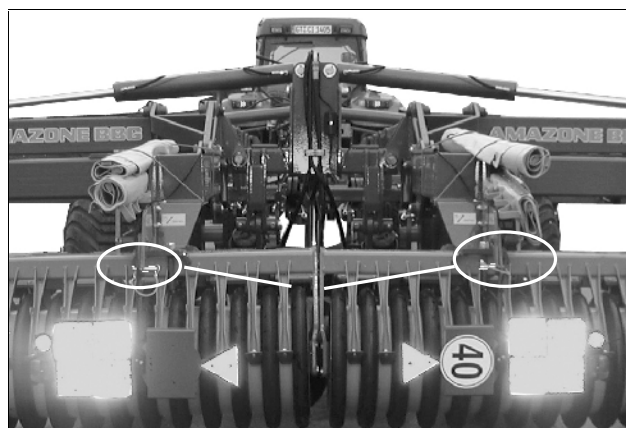

Fig. 38
- Belysning (**Fig. 38**) placeres i transportstilling, og sikres og låses med bolten (**Fig. 38/1**).